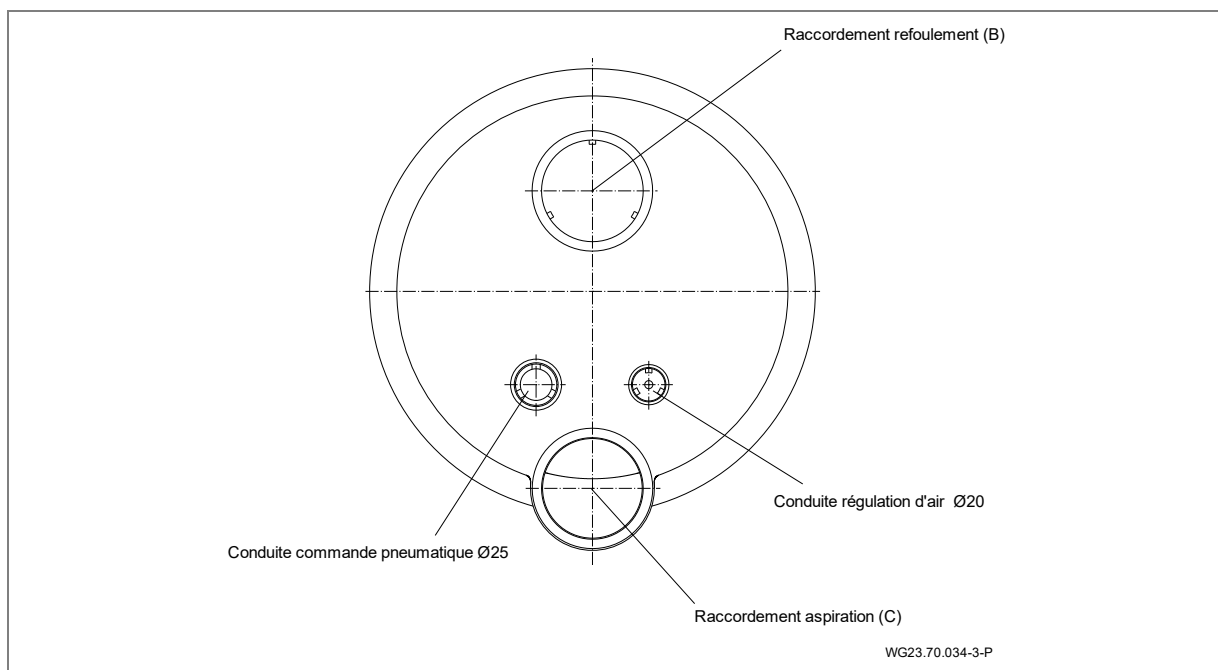
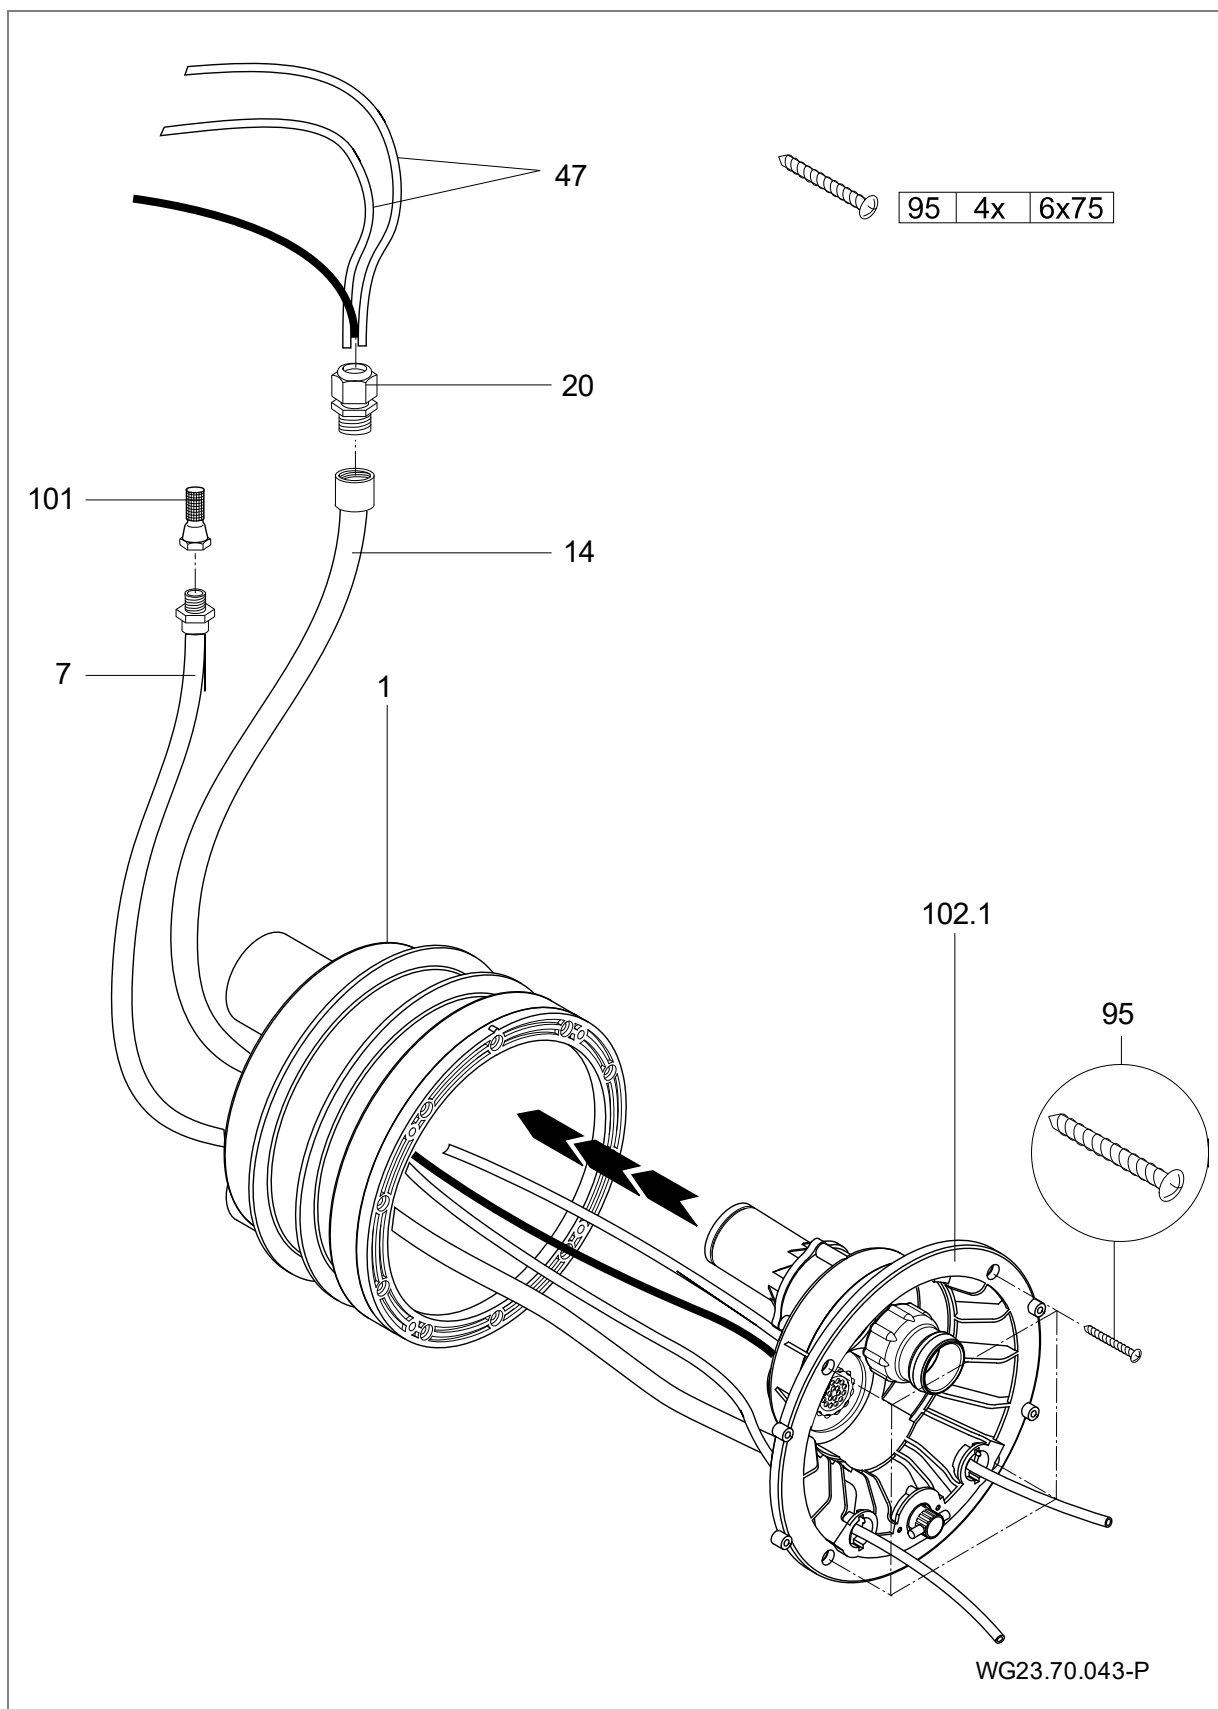

Fig. 16
Fig. 17
1. Coller la gaine de protection des câbles et de la gaine de la conduite d'air. (Fig. 16)
2. Appliquer le boîtier des buses (102.1) sur le boîtier de montage (1).
4. Fixer la conduite d'air à l'aide de la pince (8) sur le régulateur d'air (21) monté en usine.
5. Fixer le boîtier des buses (102.1) à l'aide de quatre vis taraudeuses (95) sur le boîtier de montage (1). (Fig. 17)